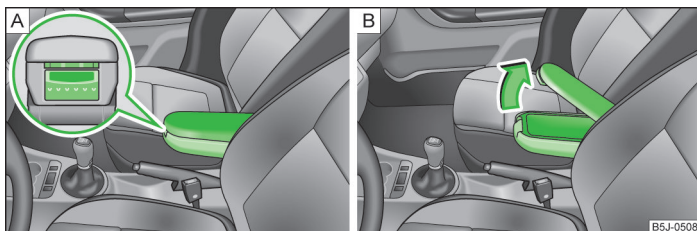

Fig. 70 Cotieră: Compartimentul de depozitare/Deschiderea compartimentului de depozitare
- Apăsați tasta inferioară de pe partea frontală a cotierei » fig. 70 - [A].
- Apăsați tasta superioară și rabatați înspre în sus capacul compartimentului de depozitare » fig. 70 - [B].